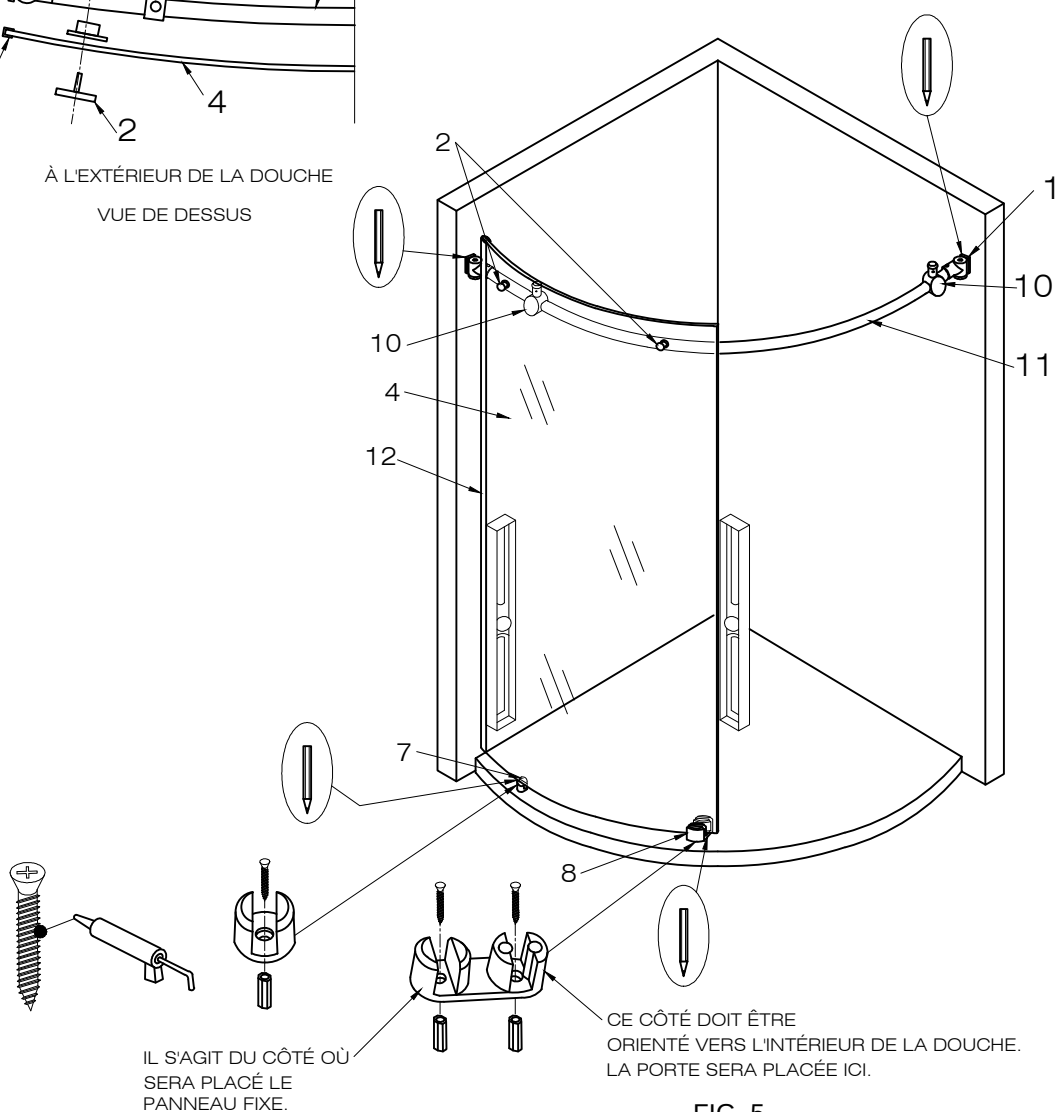

FIG. 5
7. Tout en maintenant le panneau fixe (n° 4) en position verticale, placez l'attache inférieure de panneau fixe (n° 7) et le guide inférieur de porte (n° 8) sous le panneau fixe. [CF FIG. 5] Utilisez un niveau pour le positionner correctement. L'attache inférieure de panneau fixe (n° 7) doit se situer à environ 3" du mur alors que le guide inférieur de porte (n° 8) doit être à 1" maximum de l'extrémité du panneau fixe.
10. Remplacez le panneau fixe (n° 4) dans la bonne position en le visant au rail de structure (n° 11) avec les porte-panneaux fixes (n° 2). [CF FIG. 5]